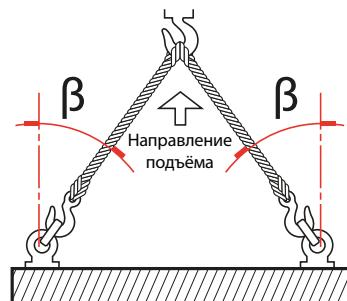

Рис. 7.1 Подъем (привода одностороннего действия до размера 161)
- Привод одностороннего действия, зацепить стропы двойной цепи за подъемные проушины, как указано на Рис. 7.1.